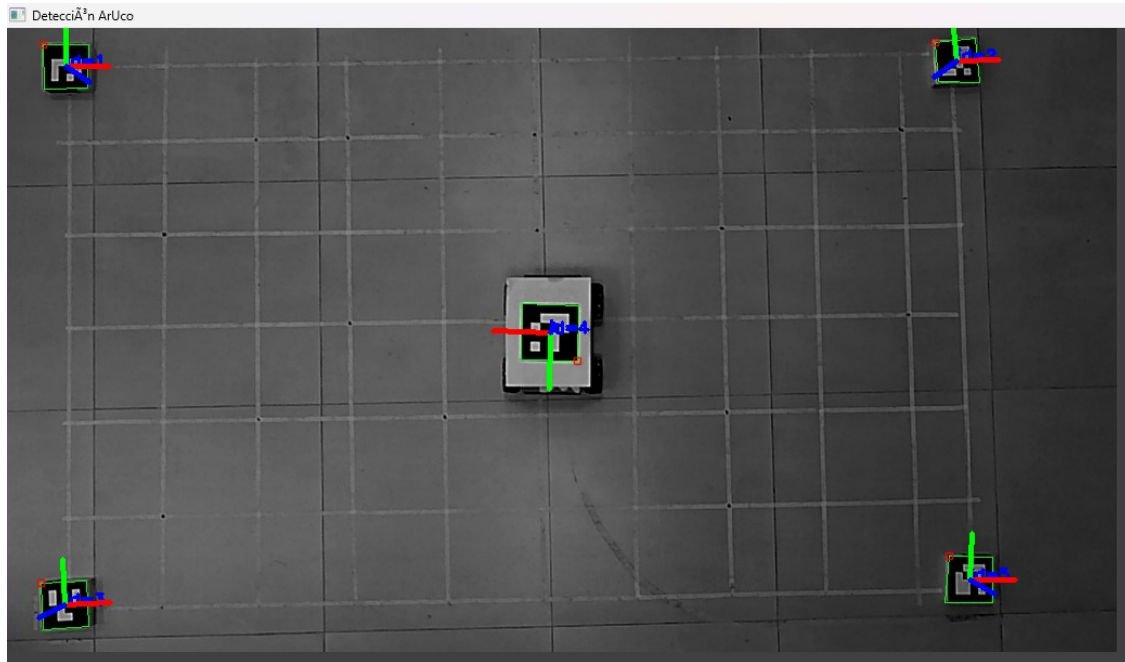

Figura 11: Ejemplo de orientación y colocación de los marcadores ArUco.
El paso final para completar la calibración de la cámara es la obtención de sus parámetros extrínsecos, los cuales definen la relación geométrica entre el sistema de coordenadas del Mundo (W) y el sistema de coordenadas de la Cámara (C). Dicha relación se expresa mediante la Matriz de Rotación (R) y el Vector de Traslación (t). Se utilizarán marcadores ArUco para definir y demarcar el área de trabajo, estableciendo así el sistema de coordenadas del Mundo (W). Es crucial que los marcadores tengan una orientación conocida y uniforme, como se muestra en la figura 11.